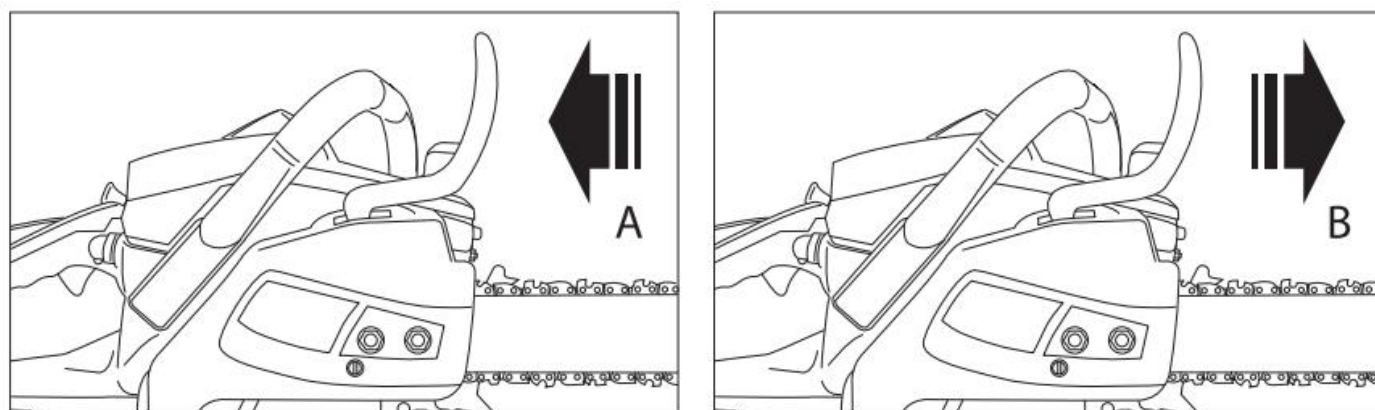

fig. 11
1. Le frein est désactivé (la chaîne peut bouger) lorsque le frein de chaîne est tiré vers l'arrière (A) (fig. 11).
2. Le frein est activé (la chaîne ne peut pas bouger) avec le frein de chaîne pointant vers l'avant (B). Dans ce cas, la chaîne ne doit pas bouger sur le guide (fig. 11).